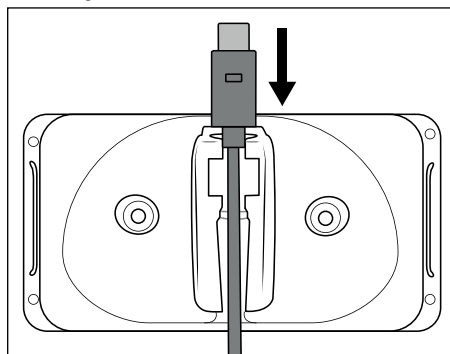
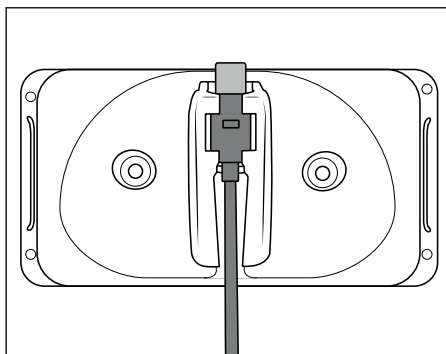

Fig. 1
Fig. 2
- 1) Introduzca el conector USB-C **5** de la fuente de alimentación **4** en el soporte mural **3** (consulte la fig. 1). Deslice el conector USB-C **5** hacia abajo hasta que encastre en el soporte mural **3** (consulte la fig. 2).